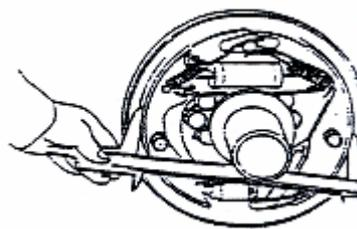

Рисунок 2-24
(10) Соедините тормозные трубопроводы с колесными цилиндрами.
(11) Измерьте внутренний диаметр тормозного барабана и наружный диаметр тормозной колодки, а затем регулятором задайте разницу между внутренним диаметром тормозного барабана и наружным диаметром тормозной колодки в диапазоне от 0,3 до 0,5 мм. См. Рис. 2-24